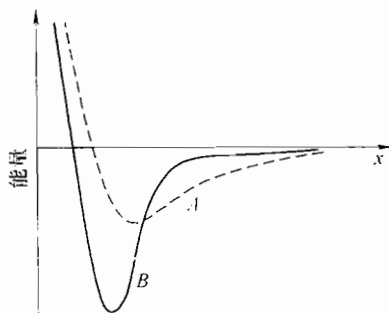

图 42-1 第二题第 1 小题图
1. (7 分) 图 42-1 为两种材料中原子结合的键能曲线，回答：
- (1) 哪种材料的弹性模量大？
- (2) 哪种材料的热膨胀系数大？
- (3) 依据图 42-1，示意画出两种材料的